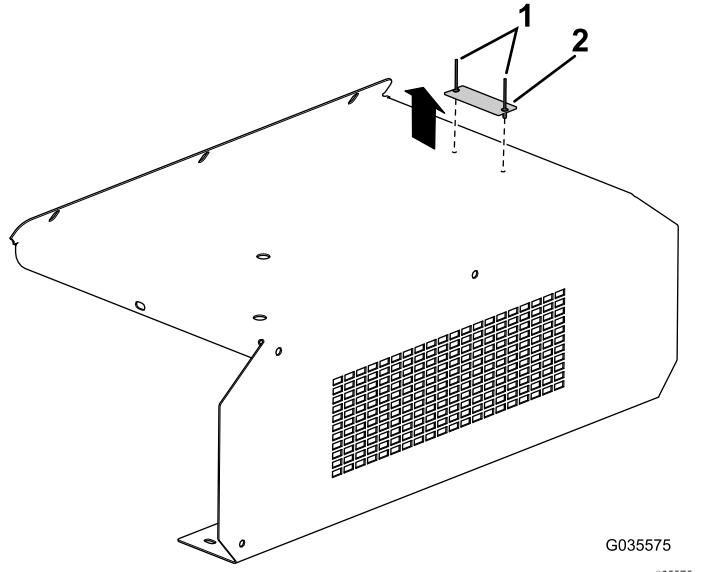

Bild 6
- Bohren Sie die Nieten aus, um die Seriennummernplatte von der Spülschutzvorrichtung abzunehmen (Bild 6).